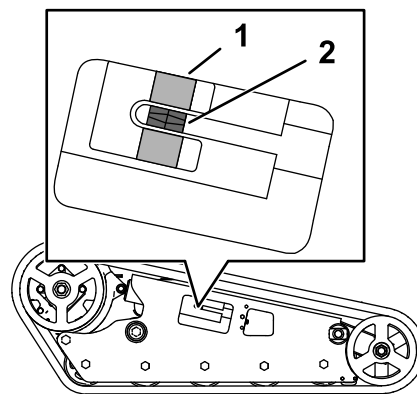

Figura 58
Verificate che il blocco tenditore sia allineato con la guida verde sull'adesivo oppure che il blocco si trovi a una distanza di 1,3 cm dalla parte posteriore della scanalatura del tubo tenditore (Figura 58).
4. Utilizzando un cricchetto di trasmissione da 1/2" ruotate la vite di tensione, fino a quando il blocco tenditore non si allinea con la guida verde sull'adesivo, oppure non si trova a una distanza di 1,3 cm dalla parte posteriore della scanalatura del tubo tenditore (Figura 58).
- Verificate che il blocco tenditore sia allineato con la guida verde dell'adesivo oppure si trovi a una distanza di 1,3 cm dalla parte posteriore del tubo tenditore per entrambi i cingoli (Figura 58). All'occorrenza regolate.